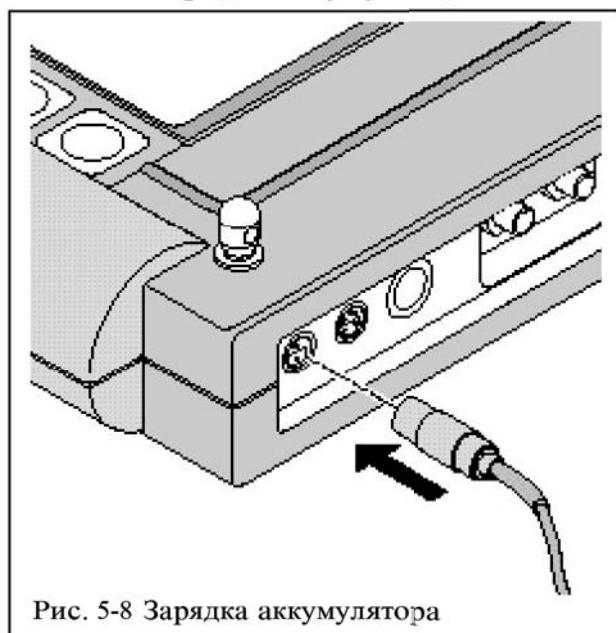

Рис. 5-8 Зарядка аккумулятора
1. Подключить кабель от зарядного устройства к ПТ (см. рис. 5.8).
- Подключить кабель от зарядного устройства к ПТ (см. рис. 5.8).